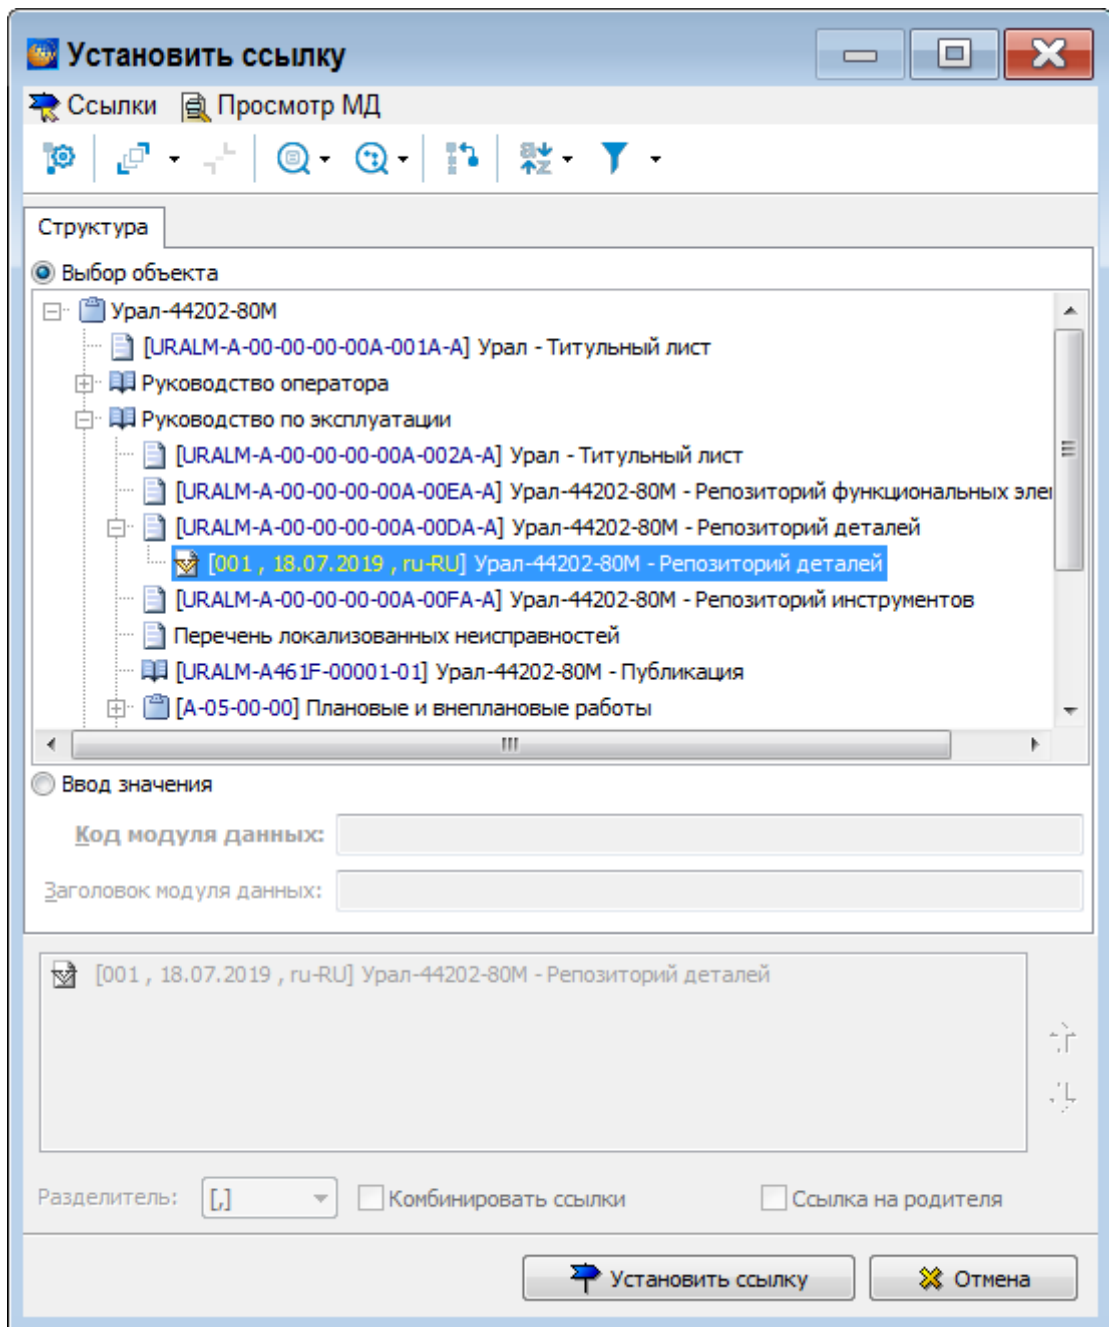

Рисунок 174
- 3) В окне **Установить ссылку** в структуре проекта выберите модуль данных репозитория выбранного типа для ссылки на него (рисунок 174).